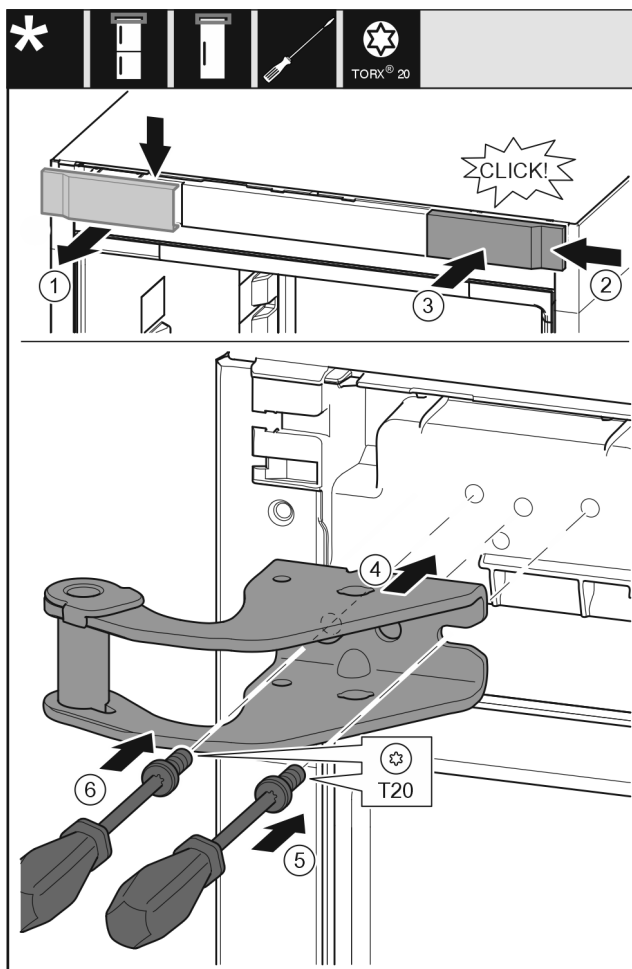

Fig. 14
- Hiqni kapakun mbulues Fig. 14 (1) nga lart duke e tërhequr përpara.
- Futni kapakun mbulues Fig. 14 (2) të rrotulluar me 180°, në anën tjetër nga e djathta.
- Mbërtheni në vend kapakun mbulues Fig. 14 (3).
- Vendosni bazamentin mbështetës të sipërm Fig. 14 (4).
- Vendosni vidën Fig. 14 (5) me një kaçavidë dhe shtrëngojeni fort.
- Vendosni vidën Fig. 14 (6) me një kaçavidë dhe shtrëngojeni fort.